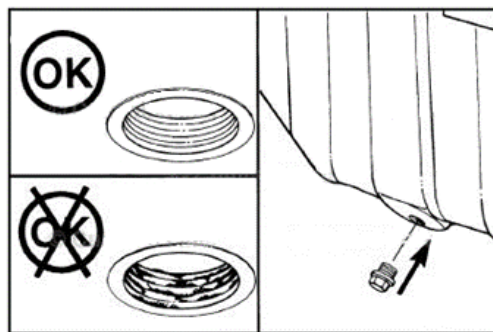

Рисунок 5.13. Осмотр состояния резьбы и уплотняющей поверхности масляного картера
- ▶ Ослабить сливную пробку масляного картера рис. 5.13.
- ▶ Почистить, осмотреть резьбу и уплотняющую поверхность пробки с картером (в случае обнаружения повреждений, заменить), рис. 5.13.